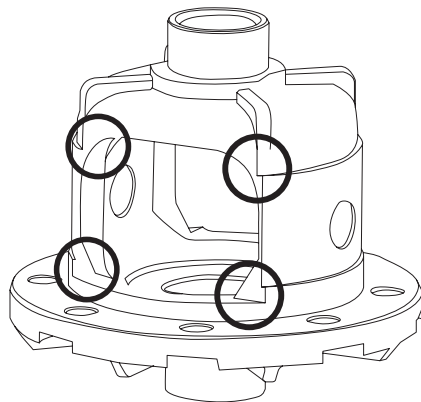

Рис. 2
5. В местах, отмеченных на **Рис. 2**, необходимо снять часть металла, используя круглый напильник.